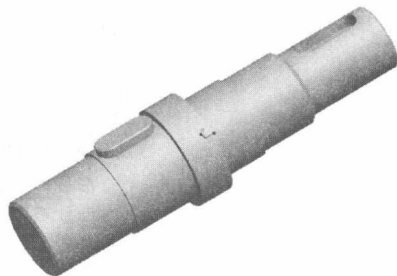

图 1.14 装配键
STEP 11 再次单击【放置】按钮，关闭【放置】上滑面板。单击 ☒ 按钮，确认将零件插入。完成后的效果如图 1.14 所示。